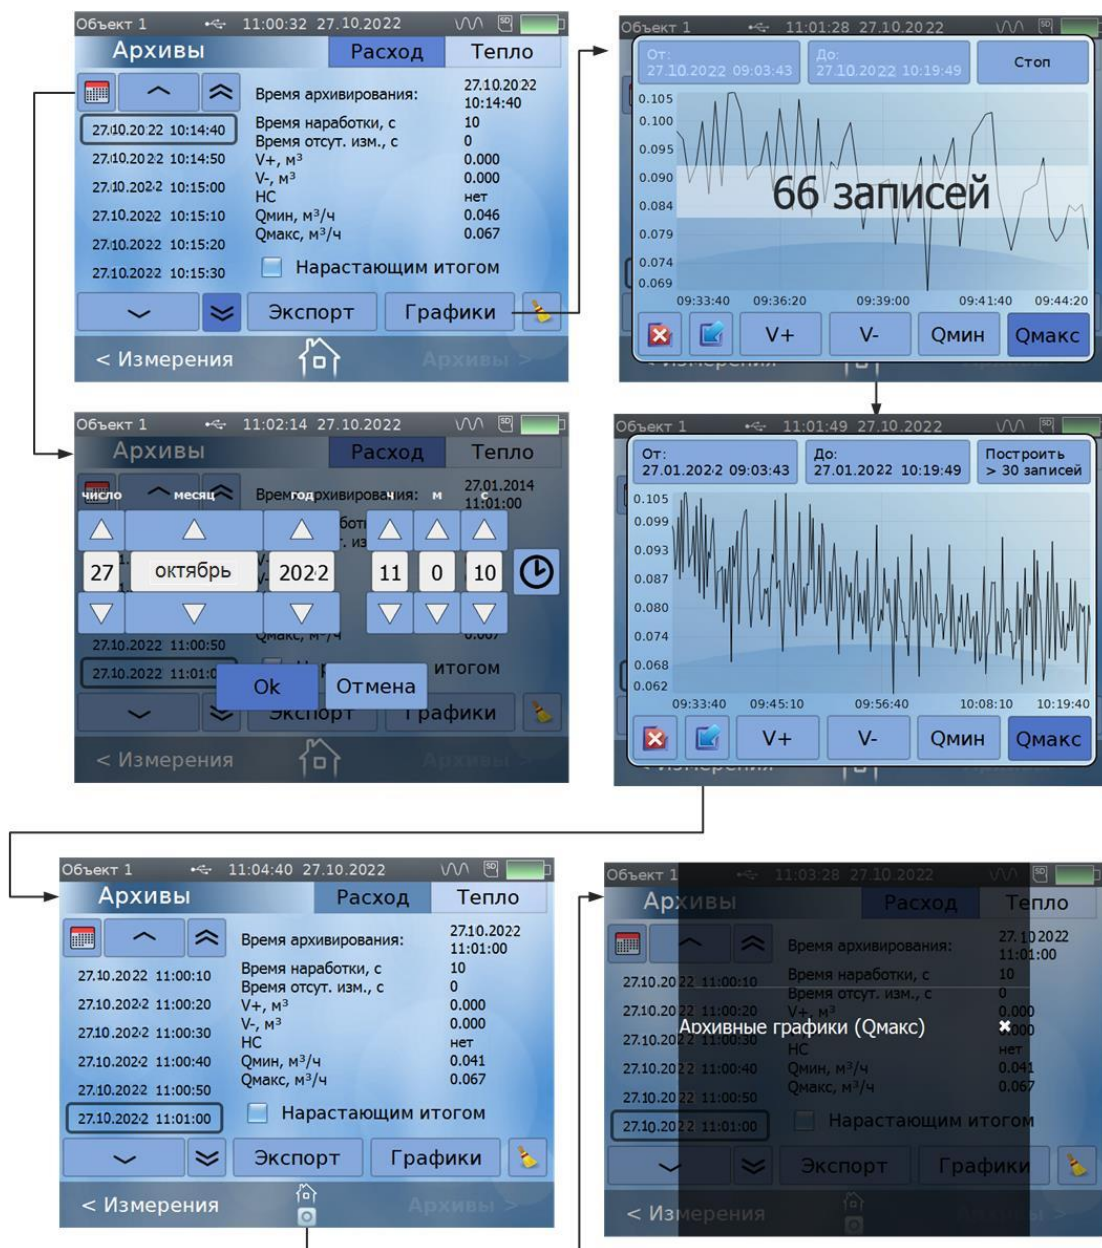

Рис.15. Окно «Архивы».
клавиатуре кнопки  или прикосновением к строке **Архивы >** на дисплее, и перебором записей кнопками ,  и  (см. рис.15).
4.10.4. Выход из подменю **Графики** производится нажатием кнопки  или кнопки . Разница заключается в том, что при нажатии на кнопку  в нижней части дисплея отображается факт использования меню **Графики** появлением под символом  значка  (рис.15).
Для закрытия этих значков необходимо к ним прикоснуться (щелкнуть левой кнопкой мышки), после чего на затемненном экране появляются надписи, отмеченные белым крестиком (рис.15), и свидетельствующие об использовании экспорта архивных записей и архивных графиков. Для стирания надписей нужно прикоснуться к белому крестику.